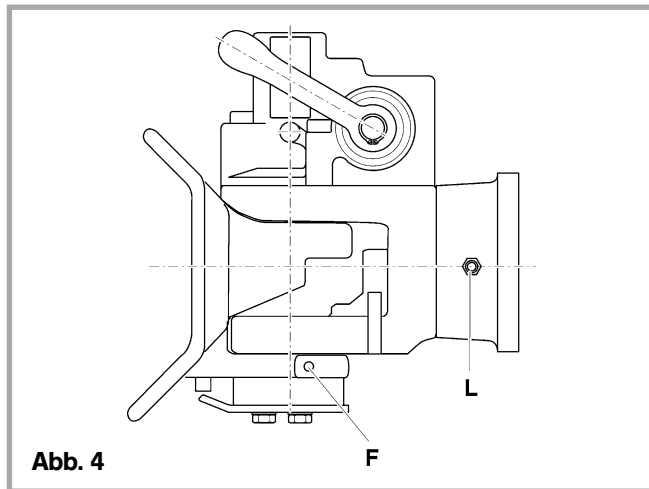

Abb. 4
- Unteres Fangmaullager (**F**) und Lager (**L**) über Schmiernippel mit EP3 in regelmäßigen Abständen, spätestens nach 6 Monaten oder 50 000 km schmieren (s. Abb. 4)